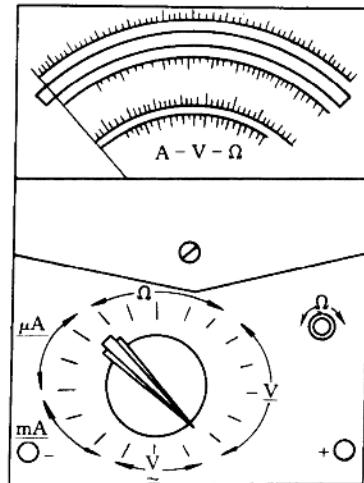
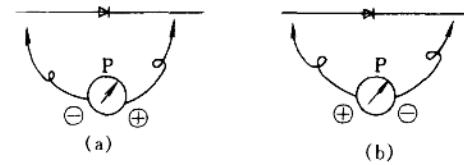

图 2-1 MF30 型万用表面板图
图 2-4 用万用表测晶体二极管极间电阻的正确接法
如图 2-1 所示为 MF30 型万用表面板图,现说明如下:
(1) 测量时应首先调零,即把两表笔相碰 $R_x=0$ 时(短路),调整表盘右下方的 $\Omega \downarrow$ 调整器(如图 2-1 所示),使指针正确指在 0Ω 处。这是因为内接干电池随着使用时间加长,其提供的电源电压会下降,指针就有可能达不到满刻度,此时必须调整($\Omega \downarrow$),使表头的分流电流降低,来达到满刻度电流 I_g 的要求。
(2) 为了提高测试的精度和保证被测对象的安全,必须正确选择合适的量程。一般测电阻时,要求指针在全刻度的 20%~80% 的范围内,这样测试精度才能满足要求。
(3) 由于作欧姆表使用时,内接干电池,对外电路而言,红表笔接于干电池的负极,黑表笔接于干电池的正极。在测晶体二极管极间电阻时应按图 2-4 所示进行。
(4) 测量较大电阻时,手不要同时接触被测电阻的两端,不然,人体电阻就会与被测电阻并联,使测量结果不正确,测试值会大大